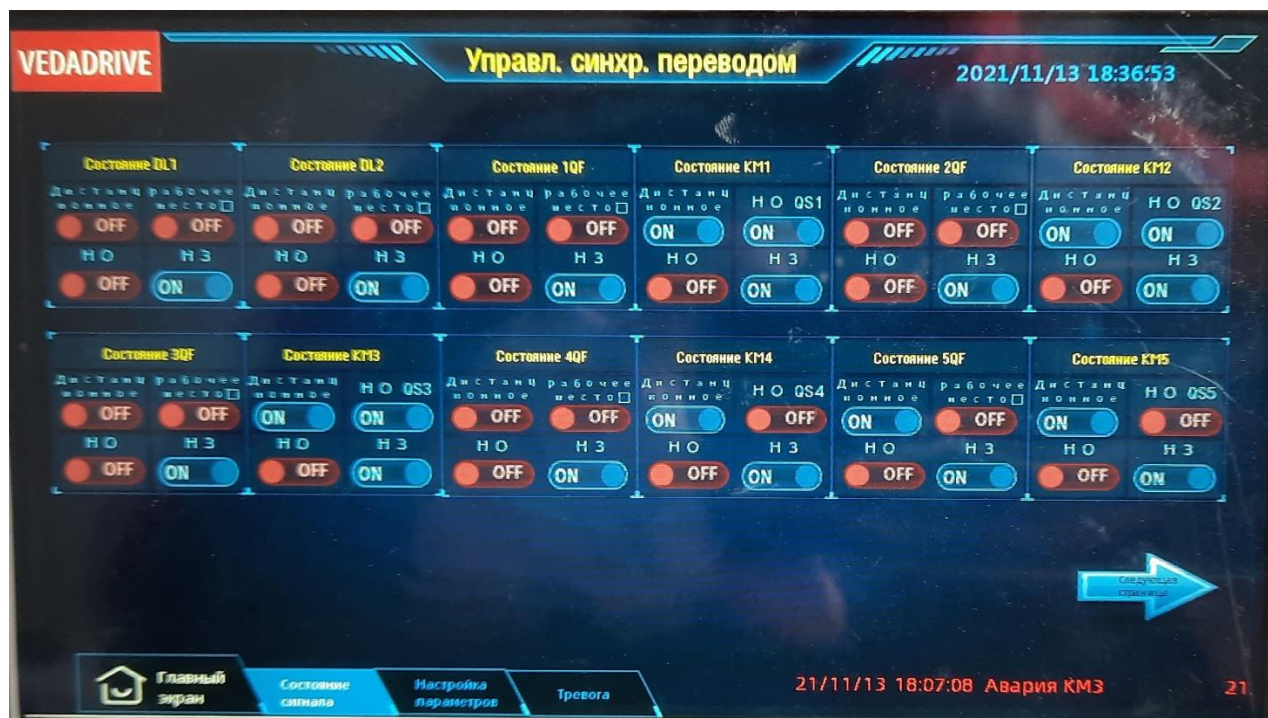

Рис. 6.16 – Окно состояния сигналов системы синхронизации с сетью
- Состояние сигналов (см. рис. 6.16);
В окне состояния сигналов (см. рис. 6.16) можно – отражает состояние входных дискретных сигналов системы синхронизации с сетью, по нему можно отследить состояния коммутационных ячеек, входящих в систему, состояние дискретных сигналов «ПУСК», «СТОП» по каждому из электродвигателей и т.д.